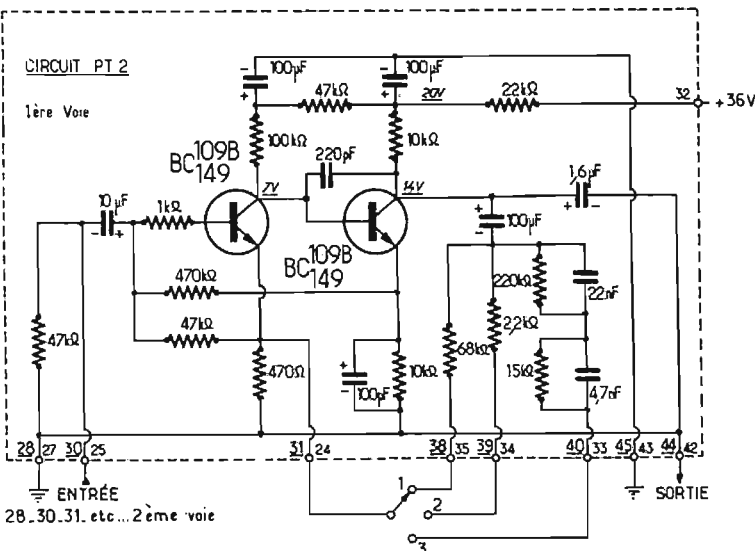

Fig. 1
A. — Module PT2S (Fig. 1).
Les modules que nous venons de décrire sont livrés accompagnés d'un schéma de principe et d'un schéma d'implantation. Les cosses de branchement aux différents modules sont repérées par des numéros ; ainsi le module PT2S est repéré par les branchements suivants (voir Fig. 1) :